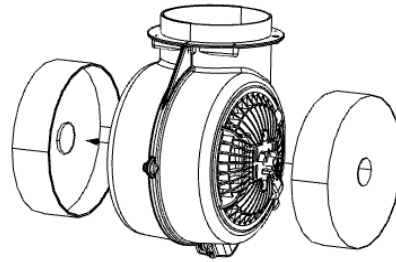

Fig. 13
Udskiftning af kulfilter (Fig.13)
3. Fjern kulfiltrene, som er anbragt indenfor i emhætten på begge sider af motoren (Fig.13), ved at dreje dem i i retning mod uret.